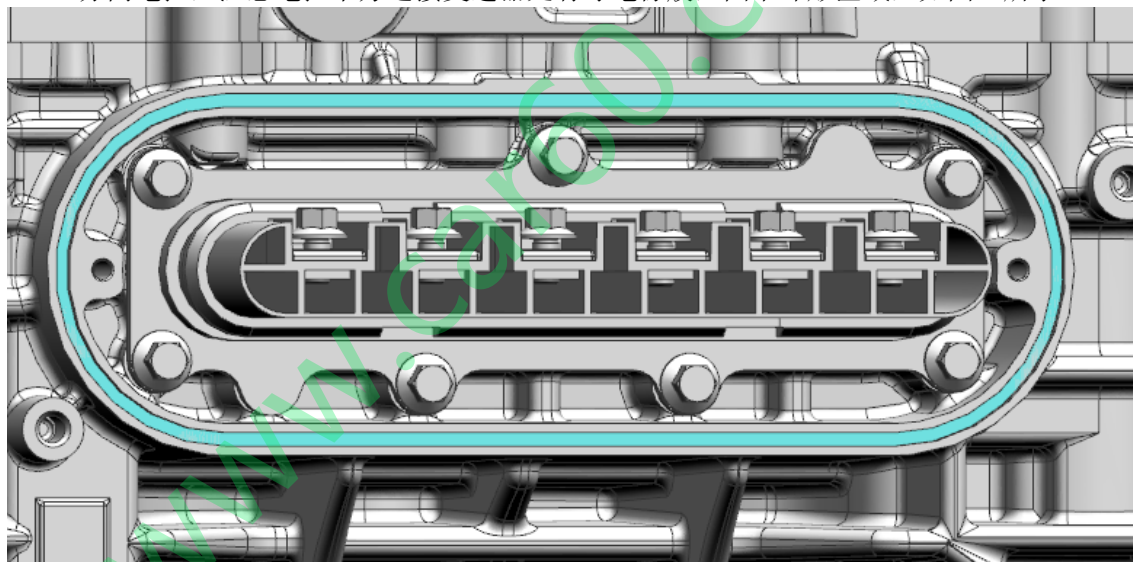

图7 电控导电橡胶
(5) 分离电控，注意电控下方连接变速器处有导电橡胶，图中环形区域，如图7所示。